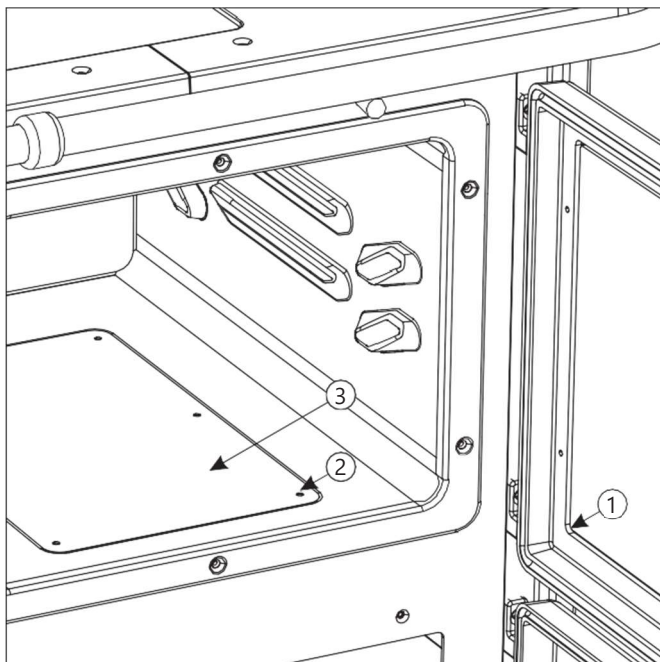

Abbildung 7
Reinigung der Strömungskanäle für die gasförmigen Verbrennungsprodukte unterhalb des Backofens (Abbildung 7) - öffnen Sie die Backofentür (1), lösen Sie die 6 Schrauben (2) am Boden des Backofens und entfernen Sie die Abdeckung des Bodens des Backofens (3). Beseitigen Sie Rußablagerungen vom Boden des Herds und unterhalb des Bodens des Herds. Nach der Reinigung setzen Sie die Abdeckung des Bodens des Backofens in die ursprüngliche Position zurück und befestigen Sie ihn mit Schrauben an den Boden des Backofens.
Alle für die Montage erforderlichen Teile sind getrennt verpackt und werden mit dem Herd geliefert. Auf der Abbildung 7 (Seite 49) ist die Montageweise der Galerie dargestellt, die der Nutzer selbst nach dem Auspacken des Herds durchführen soll.